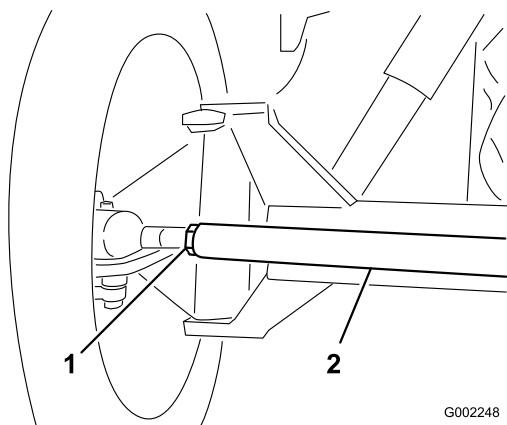

Figura 89
3. Se a medição obtida não corresponder aos valores especificados desaperte as porcas de segurança nas extremidades das barras transversais (Figura 89).